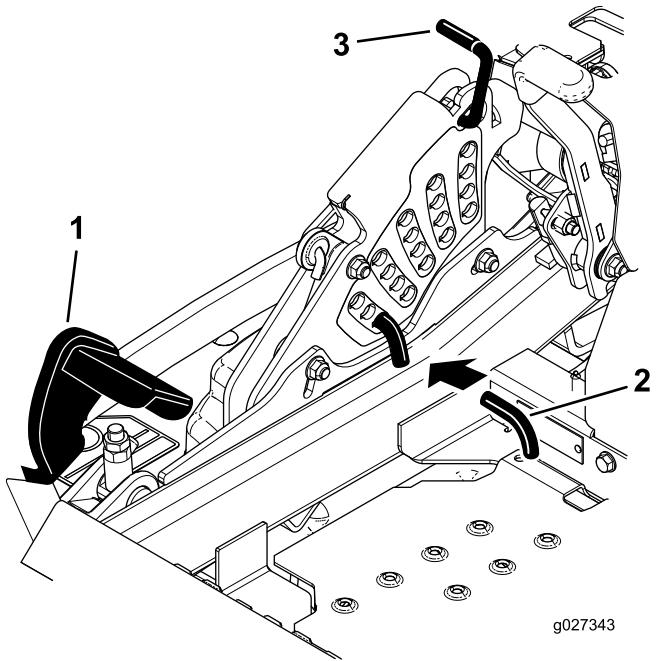

Figure 29
2. Appuyez sur la pédale de levage du tablier avec le pied et levez le tablier en position de transport (qui est aussi la position de hauteur de coupe de 140 mm [5,5 po]), comme montré à la Figure 29.
3. Pour changer de hauteur de coupe, tournez la goupille de 90 degrés retirez-la du support de hauteur de coupe (Figure 29).
4. Placez la goupille dans le trou du support correspondant à la hauteur de coupe voulue (Figure 29).